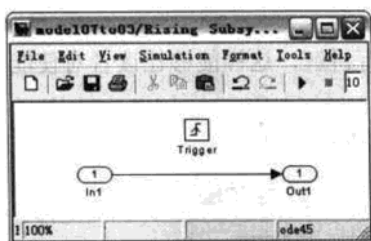

图 7.11 Rising Subsystem 子系统模型
(4) Rising Subsystem 模块参数设置。双击此模块，弹出窗口如图 7.11 所示，然后双击其中的 Trigger 模块，在弹出的参数对话框中设置 Trigger Type 栏中选项为 rising，然后单击 OK 按钮。